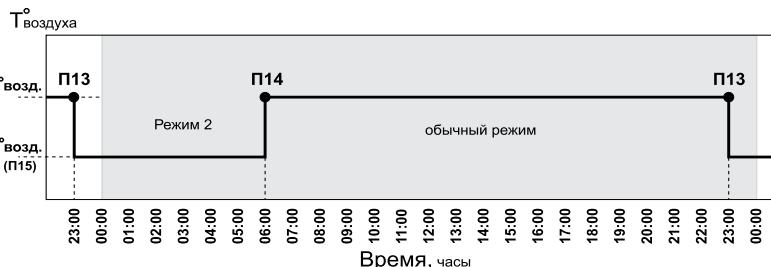

Рис.7 График температуры воздуха в помещении для Режима 2
**Режим 2 (выходной день)** - режим состоит из одного запрограммированного интервала, который повторяется каждые сутки. В этом интервале температура воздуха в помещении поддерживается на заданной величине. На заводе-изготовителе запрограммирован интервал, который показан на графике температуры воздуха в помещении при работе терmostата в Режиме 2 (см. Рис.7).